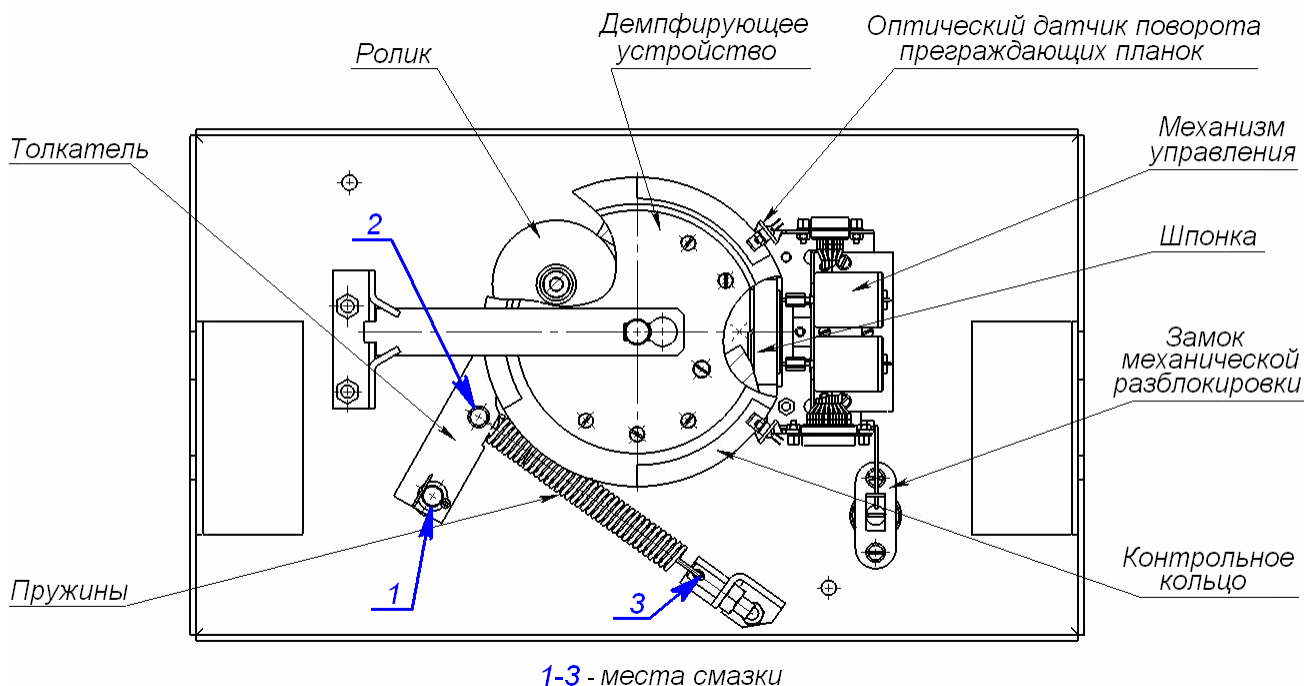

Рисунок 11 Расположение внутренних деталей и узлов механизма турникета
2. снимите крышку (3) в порядке, указанном в разделе 6, положите ее на ровную устойчивую поверхность;
3. осмотрите устройство доворота (толкатель, пружины и ролик), оптические датчики поворота преграждающих планок и демпфирующее устройство (см. рис. 11);